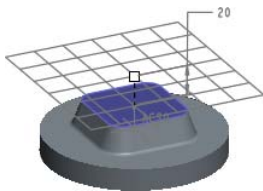

图 3.1.8 定义退刀平面
- ☑ **平面** 选项：为退刀定义一个平面，用户需要选择一个平面参考并输入必要的距离数值，图 3.1.8 所示为退刀平面的效果。